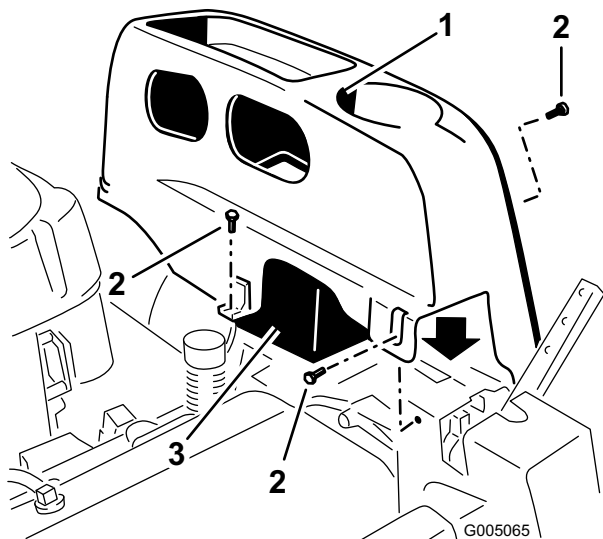

Figure 19
2. Enlevez les vis à tête TORX® (25) qui fixent le couvercle gauche au châssis, comme illustré à la Figure 19.